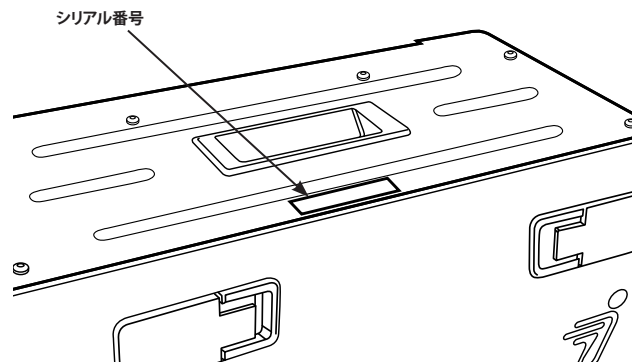

図 7: バッテリーモジュールのシリアル番号の表示位置
2. バッテリーモジュールの 12 桁のシリアル番号を確認します (図 7)。